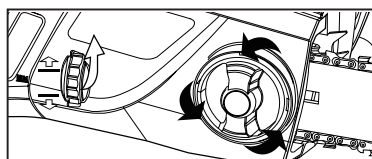

Fig. 2
3. Para ajustar la tensión de la sierra de cadena, gire la rueda de tensionado de la cadena (Fig. 2). Al girar la rueda hacia arriba se aumenta la tensión y al girarla hacia abajo disminuye la tensión. Una cadena correctamente tensionada no debería descolgarse y sólo se debería poder tirar de ella 1/8 de pulgada (3 mm) de la espada.